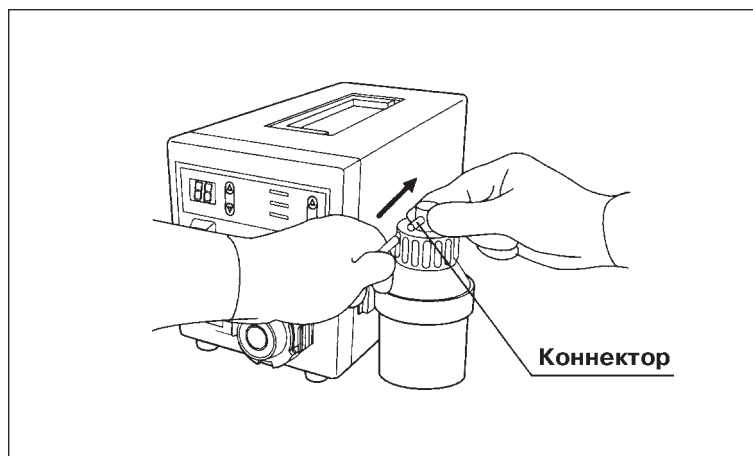

Рис. 3.5
5. Трубку Водяного Насоса наденьте до упора на Коннектор Резервуара для Воды (См. рис. 3.5). При невыполнении данного требования возможно нарушение функции подачи воды.